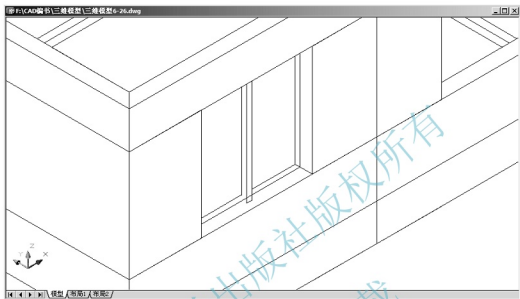

图 6.24 移动窗户模型
- (1) 在命令行输入“M”后按 Enter 键，启动【移动】命令。
- (2) 在**选择对象**：提示下，选择前面绘制的窗框和玻璃，并按 Enter 键进入下一步。
- (3) 在**指定基点或 [位移 (D)] <位移>**：提示下，在绘图区域单击任意一点作为移动的基点。
- (4) 在**指定基点或 [位移 (D)] <位移>**：指定第二个点或 <使用第一个点作为位移>：提示下，输入“@0, 80, 0”，表示将“窗框”和“玻璃”向 Y 轴正方向移动 80mm。
- (5) 按 Enter 键结束命令，结果如图 6.24 所示。